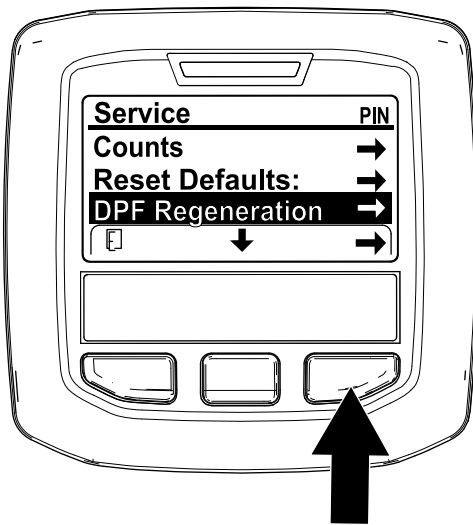

Bild 32
1. Navigieren Sie auf das Menü „Service“ und drücken Sie die mittlere Taste, um auf die Option DPF REGENERATION zu navigieren (Bild 32).
2. Drücken Sie die rechte Taste, um den Eintrag „DPF Regeneration“ auszuwählen (Bild 32).